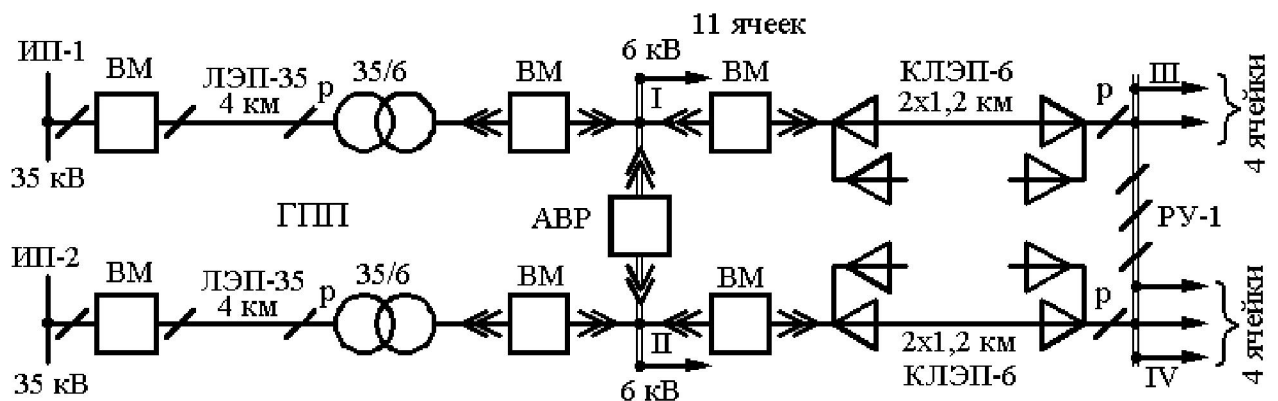

Рис. 1. Схема электроснабжения насосной станции.
**Задание.** Определить числовые характеристики надёжности ЭС насосной станции завода, получающей питание от шин РУ-1 (рис. 1). Плановый ремонт сборных шин РУ совмещён с ремонтом технологического оборудования